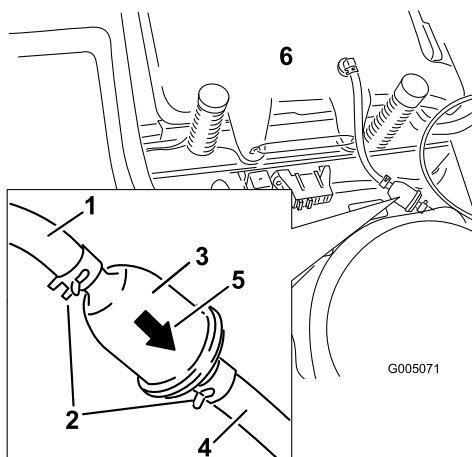

Figura 29
4. Premete le estremità delle fascette stringitubo ed allontanatele dal filtro (Figura 29).
6. Montate un nuovo filtro con la freccia della direzione del flusso proveniente dal serbatoio del carburante e rivolta verso il motore. Spostate le fascette stringitubo in prossimità del filtro (Figura 29) per bloccarlo.